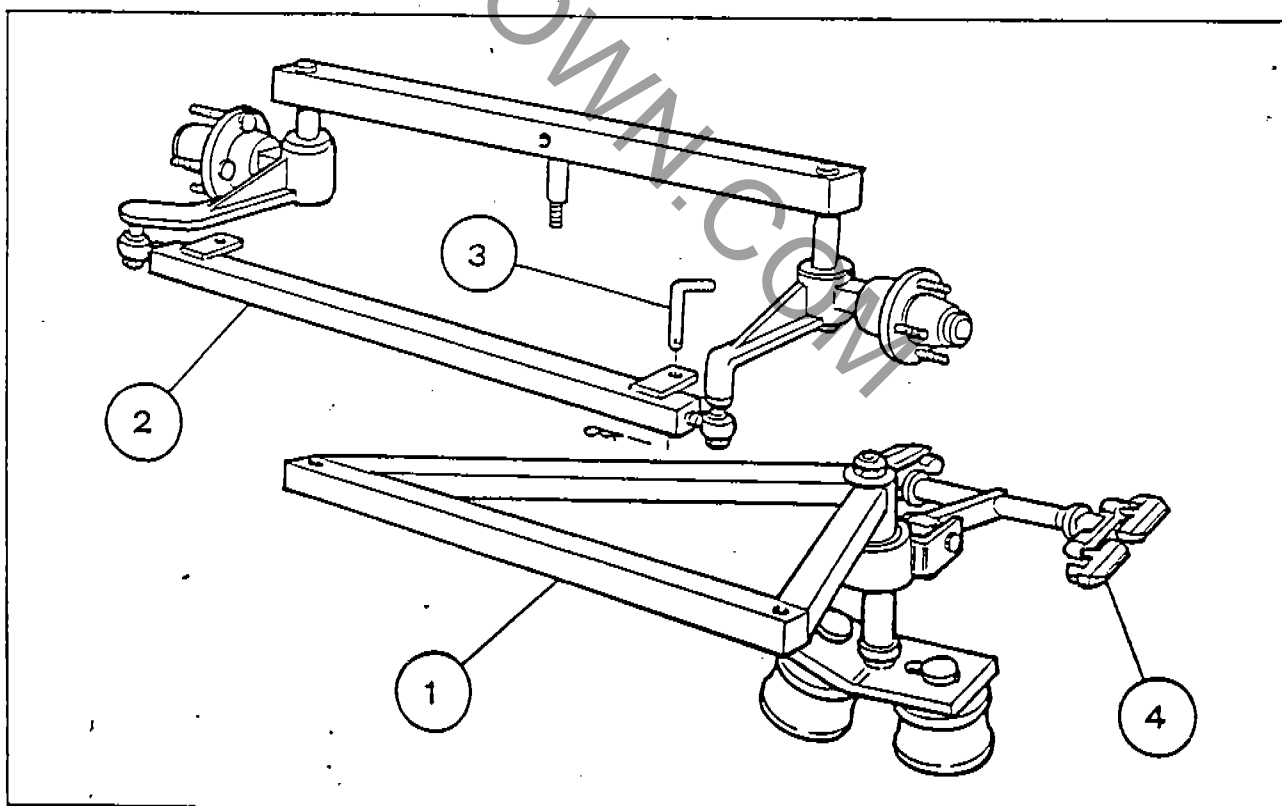

Fig. 12
- Set-up steering unit (1-Fig. 12) on the bar (2-Fig. 12) using the pins (3-Fig. 12).
- Insert pick-up brushes (4-Fig. 12) inside enclosed bus duct already placed.
- Installare il gruppo sterzo (1-Fig. 12) sulla barra (2-Fig. 12) utilizzando le spine (3-Fig. 12).
- Inserire le spazzole di contatto elettrico (4-Fig.12) sulle blindosbarre precedentemente installate.